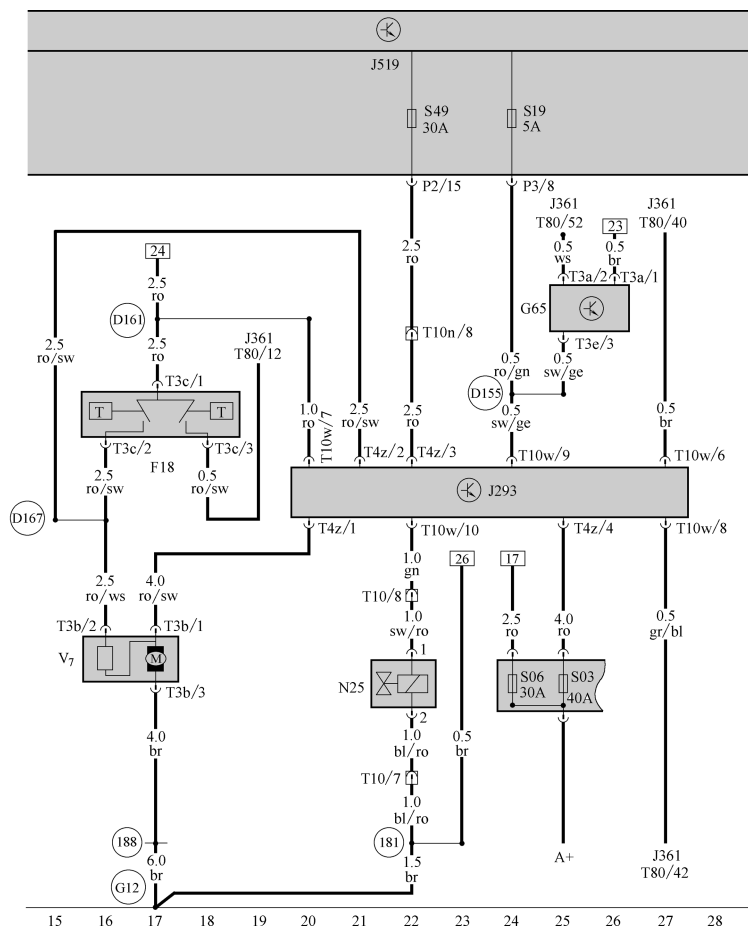

图 4-189 高低压传感器, 空调控制单元, 双温开关, 散热器风扇, 电磁离合器
(2) **散热电风扇 V7 电路分析** (图 4-189) V7 电流一个是来自双温开关 F18 的低温触点 (1-2), 另一个是来自空调控制单元 J293 的 T4z/2 端子, 该端子内部是电风扇 V7 的低速继电器。双温开关 F18 内有 95℃ 触点 (1-2) 与 105℃ 触点 (1-3), 当发动机冷却液在不同温度下, 两触点分别闭合或断开。当 1-2 触点在 95℃ 闭合时, 电流可以从蓄电池经熔丝 S06 (30A) 过来, 经 F18 的 1-2 触点, 经 2.5 红白线→附加电阻→电风扇 V7 电枢→接地。电风扇可以不经空调控制单元 J293 而低速运转, 转速约为 1500r/min。当冷却液温度达到 105℃ 左右时, F18 的高温触点 1-3 闭合, 电流经熔丝 S06 (30A) 过来, 过 F18 的 (1-3) 触点和 0.5 红白 (ro/ws) 线, 将过热信号传给发动机控制单元 J361 的 T80/12 端子。J361 将作出判断, 由其 T80/40 端子发出指令, 并将该端子电位降为低电平, 低电平信号传到 J293 的 T10w/6 端子, 该端子内部正是 V7 电风扇的高速继电器, 控制线圈低电位端。线圈另一端是 T10w/7 端, 它接在蓄电池经熔丝 S06 (30A) 过来的电流, 所以内部线圈吸合触点, 接通电风扇 V7 高速运转。这时电风扇 V7 的电流从 T4z/1 端子直接进入 V7 电枢, 将附加电阻短路, 电风扇 V7 转速约为 2600~3000r/min。